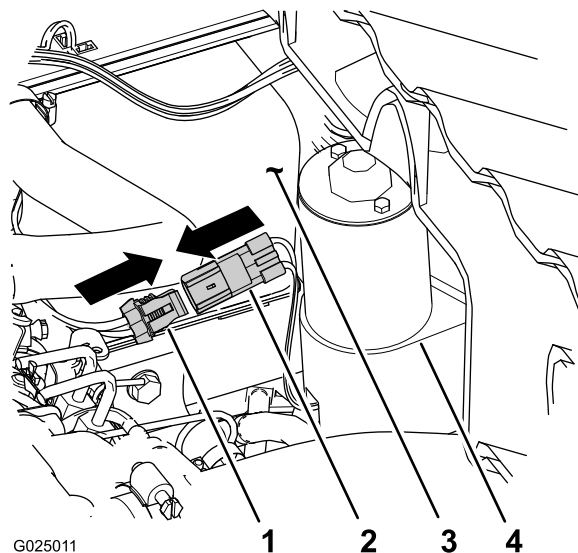

Рисунок 10
3. Подсоедините 2-гнездовой электрический разъем заднего жгута проводов машины к 2-штыревому разъему привода подъема (Рисунок 10).